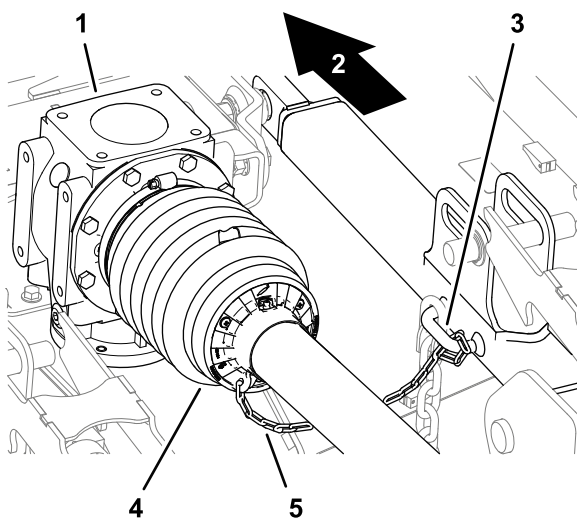

Bild 21
6. Prüfen Sie, ob die Rückhaltekette mit der hinteren Schutzabdeckung der Zapfwelle, der Schutzabdeckung der Antriebswelle und dem Rahmen des Mähers (Bild 18 und Bild 21) verbunden ist.